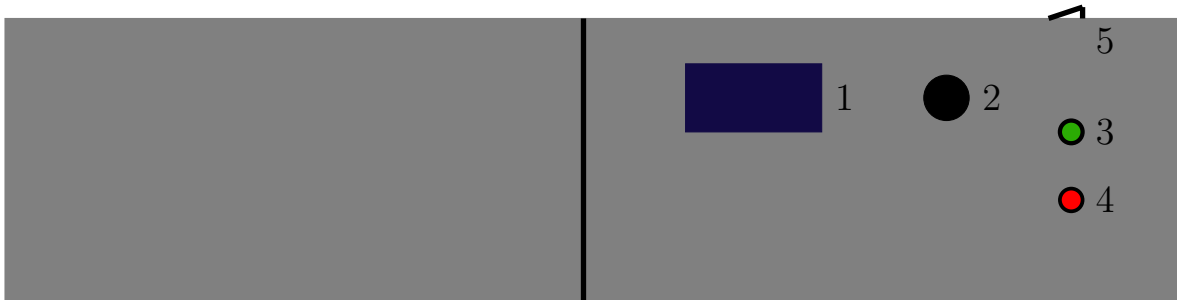

Figure 1.1: Elemente auf der Frontblende des Demonstrators
- Gerät über Ein/Ausschalter (Figure 1.1: 5) einschalten.
- Bitte warten, bis OLED-Display (Figure 1.1: 1) "SYSTEM AKTIV; Willkommen!; Stufe waehlen" anzeigt, dann ist das System bereit.
- Dreh-Encoder (Figure 1.1: 2) drehen, um Bewegungsstufe auszuwählen.
- Der Bewegungsablauf wird über den grünen Start-Knopf (Figure 1.1: 3) gestartet.
- Wenn der Bewegungsablauf durch einen Notfall unterbrochen werden muss, dann betätigen Sie den roten Stopp-Knopf (Figure 1.1: 4).